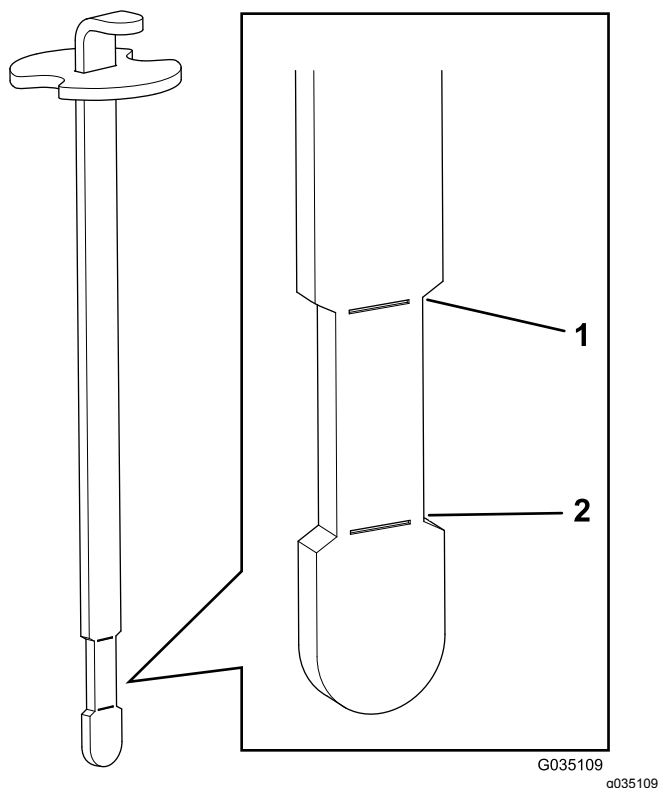

Рисунок 43
6. Вставьте щуп в заливную горловину; затем извлеките его и проверьте уровень жидкости (Рисунок 43).